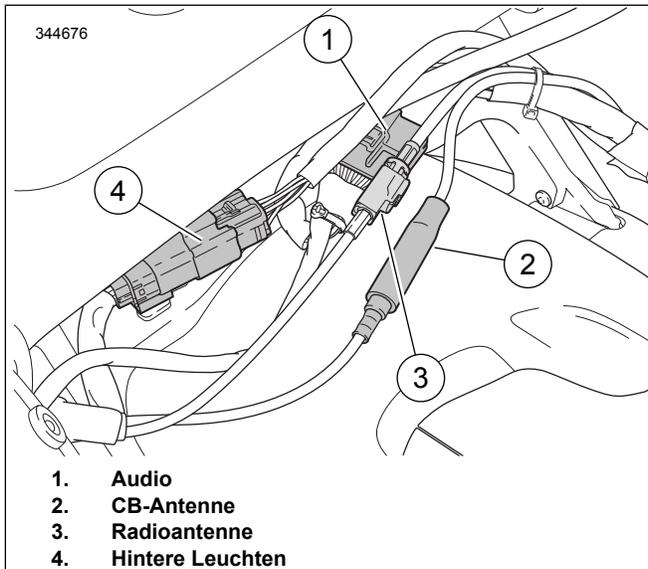

Abbildung 2. Tour-Pak-Steckverbinder
- a. Siehe Abbildung 2 >. Steckverbinder trennen.